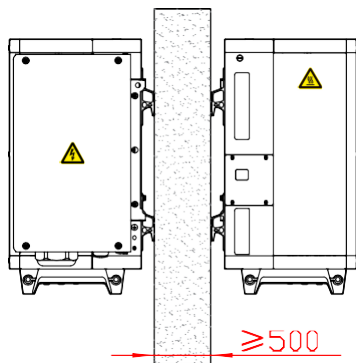

Figura 3-6 Requisitos de espaço de instalação entre inversores frente a frente (unidade: mm)
- Quando os inversores são instalados frente a frente, uma certa distância deve ser reservada entre dois deles, como mostrado na Figura 3-6.